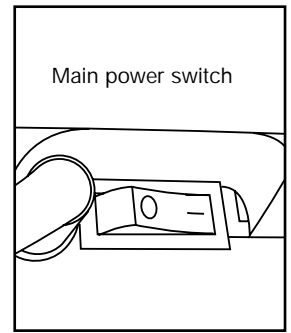

Fig. 3a
14. Main power switch (Fig. 3a)